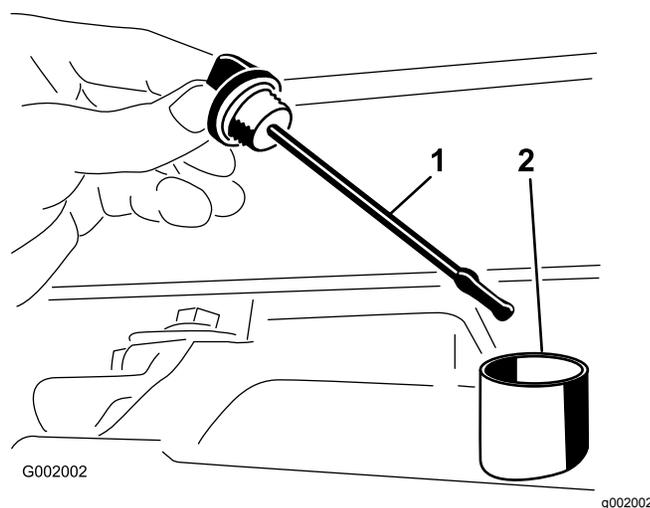

図 49
2. トランスアクスルのディップスティックを抜きウェスで一度きれいに拭く 図 49。